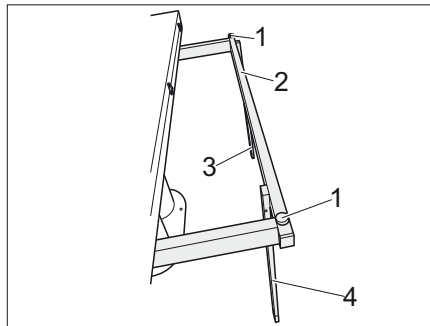

Bild 114 Ställ stöden upprätt
- Dra ut (Bild 114,2) bordsstödet.
- Ställ stöden (Bild 114,3 och 4) upprätt.
- Ställ in önskad höjd på bordsskivan med de två justerskruvorna (Bild 114,1).